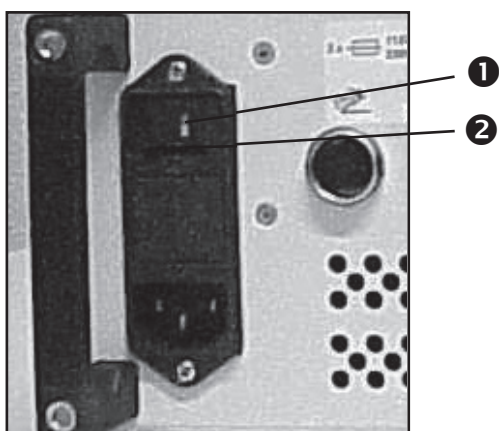

Fig. 5. Cajetín de fusibles, enclavado
La tensión de red seleccionada puede verse en la ventanilla (❶, Fig. 5) del cajetín de fusibles situado. Se pueden ajustar los siguientes valores de tensión de la red:
Paso 1: Para ajustar las distintas tensiones nominales hay que abrir el cajetín de fusibles (Fig. 5) situado en la parte posterior del aparato. Para ello se presiona la lengüeta (❷, Fig. 5) hacia arriba con la ayuda de un destornillador y se saca el porta-fusibles.